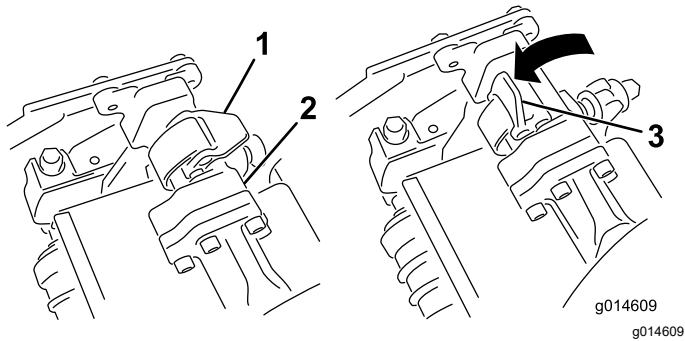
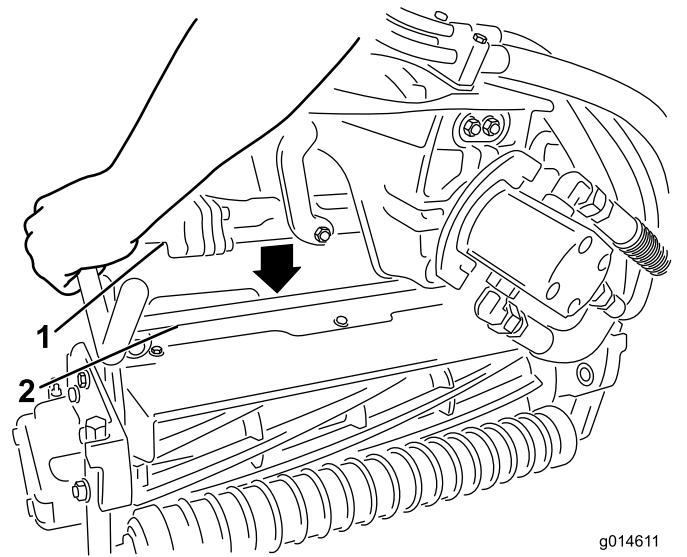

Bild 61
Bild 62
4. Öffnen Sie die Verriegelungen an der Aufhängearmstange (Bild 61) und drücken Sie den Aufhängearm nach unten, damit die Stange über beide Neigungsarme an der Schneideinheit liegt und stellen Sie sicher, dass die Verriegelungen unter die Querstange der Schneideinheit greifen (Bild 62).
5. Drücken Sie die Riegel nach unten um die Schneideeinheitsstange herum und arretieren sie (Bild 61).
6. Öffnen Sie die Riegel an der Aufhängearmstange der Schneideinheit, die Sie entfernen möchten (Bild 61).